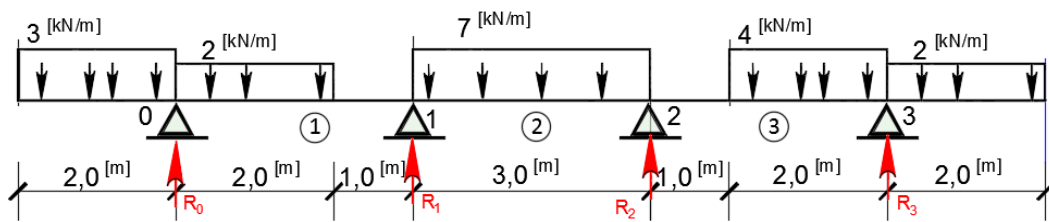

Figura 12. Viga hiperestática com três vãos e balanços nas extremidades.
1.3.7 Exercício 7: Calcular e desenhar diagrama dos esforços seccionais de viga contínua ilustrada na Figura 12.